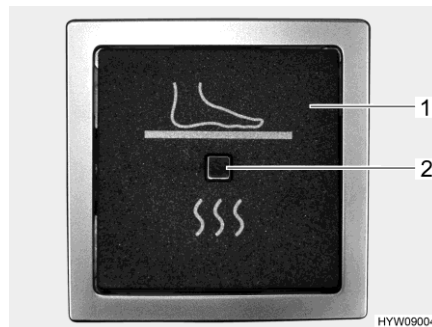

Fig. 136 Interruttore a bilico (riscaldamento elettrico del pavimento)
- ▷ Il riscaldamento elettrico del pavimento viene inserito e disinserito mediante un interruttore a bilico (Fig. 136,1). Quando il riscaldamento del pavimento è acceso, la spia di controllo (Fig. 136,2) si accende.